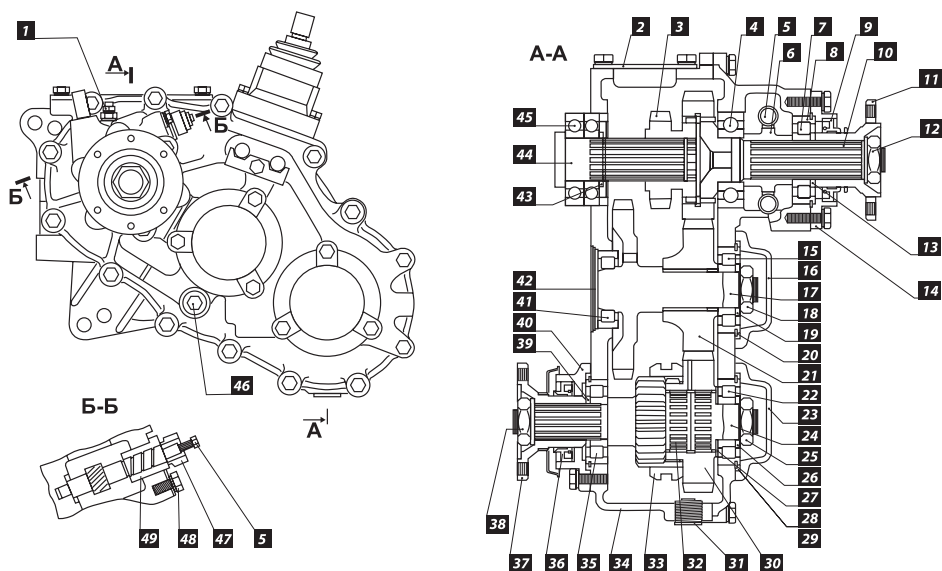

Рис. 1
1. Перед снятием Раздаточной коробки (в дальнейшем РК) с автомобиля слейте масло, открутив пробку сливного отверстия [31] **Рис. 1** (объем масла в РК 0.8 л).
2. Открутите крепление переднего и заднего карданов к фланцам [11], [37], **Рис. 1**.